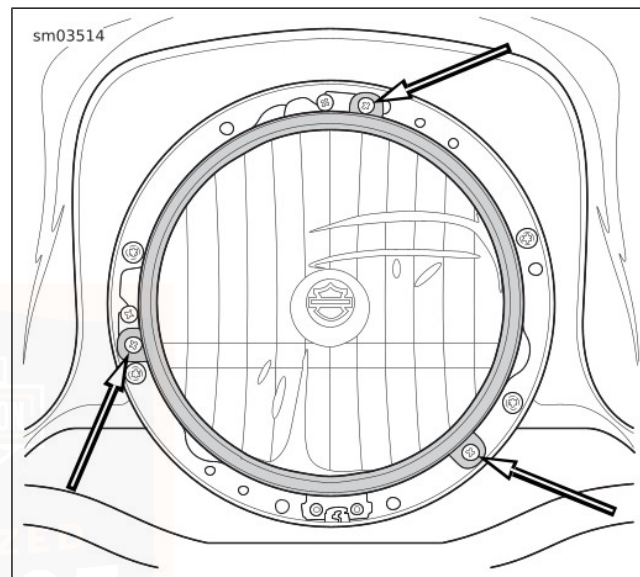

Figure 60. Vis de retenue de phare (typique)
2. Voir Figure 60. Retirer les vis d'attache de l'ensemble de phare.